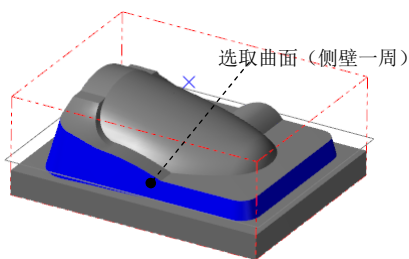

图 17.28 选取加工曲面
(1) 选取加工曲面。在图形区中选择图 17.28 所示的面（共 23 个），然后单击 Enter 键，系统弹出“刀具路径的曲面选取”对话框。